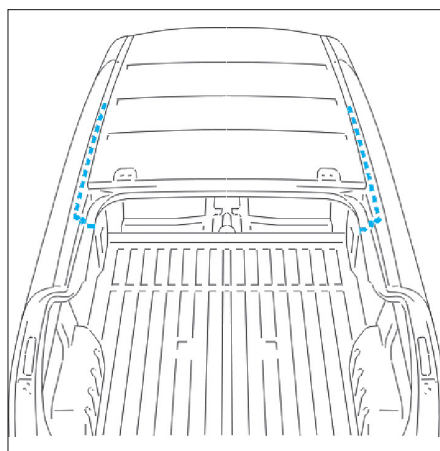

FIG. 103
- Appliquer un mastic d'étanchéité (Fig.103).